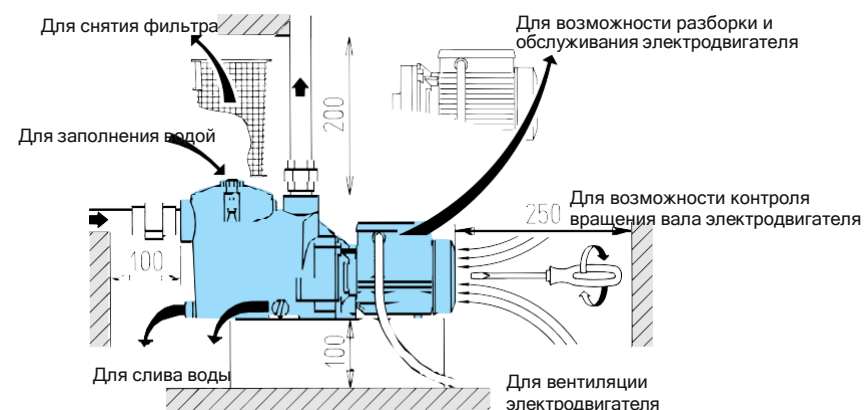

Рисунок 5. Рекомендуемые размеры для установки электронасоса
- В случае длительного перерыва в эксплуатации электронасоса - рекомендуем полностью осушить его насосную часть, открыв две сливные пробки (рис. 5), промыть насосную часть электронасоса чистой водой, и, по возможности, продуть струей сжатого воздуха.